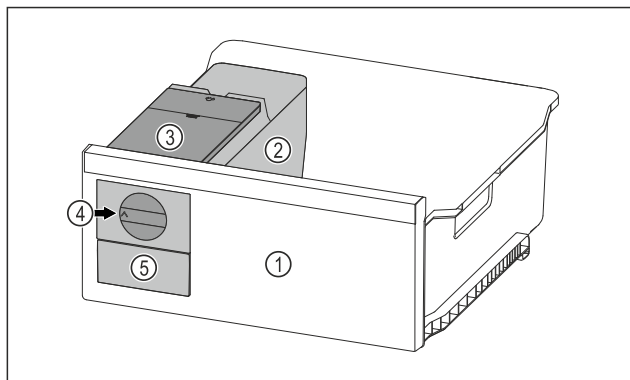

Fig. 70 Représentation à titre d'exemple
- Tourner le bouton rotatif Fig. 70 (4) dans le sens horaire jusqu'à la butée.
- Les glaçons tombent du bac à glaçons dans le tiroir à glaçons Fig. 70 (5).